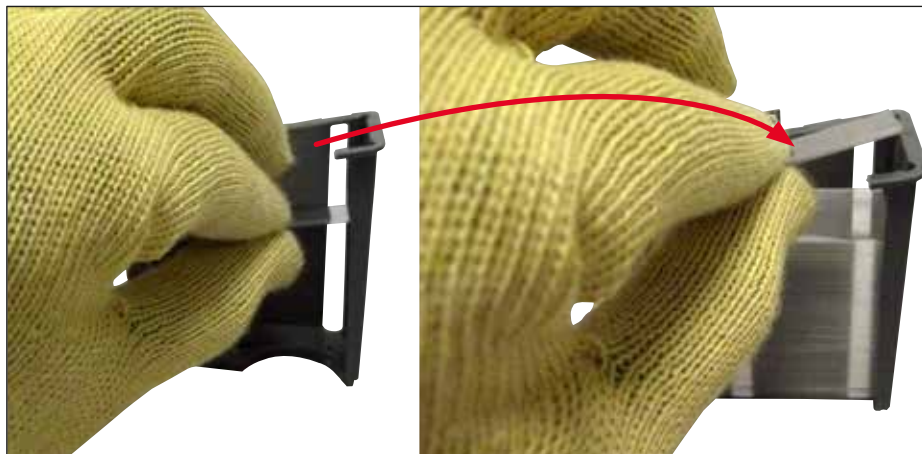

Abb. 64
- Darauf achten, dass die Deckgläser korrekt in das Magazin eingelegt werden (→ Abb. 64).